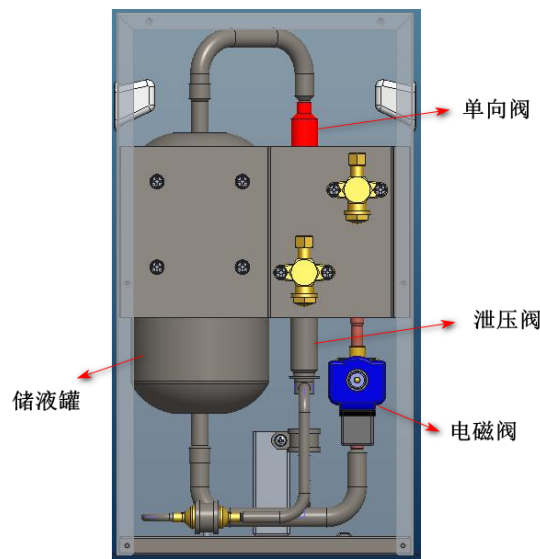

图2-19 低温组件结构示意图
低温组件主要由单向阀、电磁阀、储液罐及管路、钣金组成，结构如图2-19所示。
- b) 低温组件进出口及对应连接管如图2-19所示；